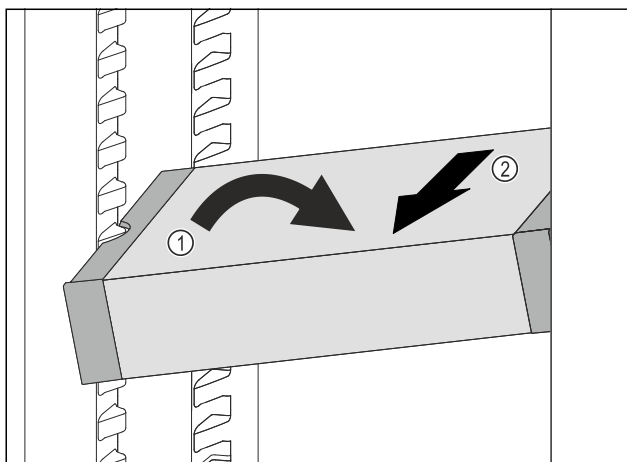

Fig. 94
- Impostare il vano frigorifero di VarioSafe ad angolo. Fig. 94 (1)
- Rimuovere VarioSafe tirando in avanti. Fig. 94 (2)